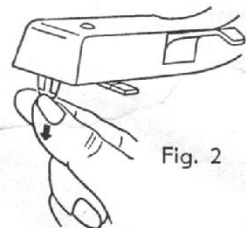

Fig. 2
c) Retirer le petit capuchon en matière plastique qui assure la protection des saphirs durant le transport (voir figure 2).